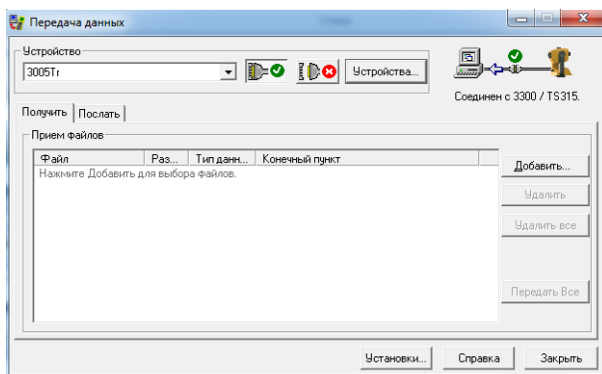

Рисунок 1.5 – Підключений пристрій
4. Після вибору приладу натискаємо кнопку **З'єднати** [Соединить] . У правій верхній частині вікна має висвітлитися інформація про встановлення з'єднання (рис. 1.5).